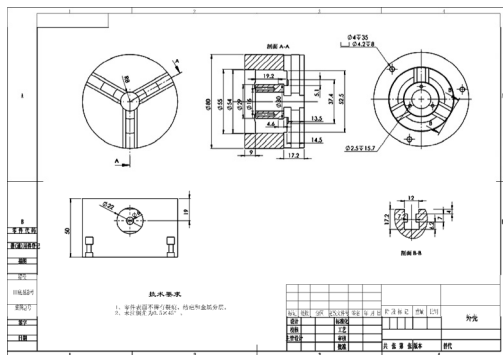

图 7-81 添加尺寸标注效果
STEP 10 同前面实例中的操作，单击“注解”工具栏的“智能尺寸”按钮、“孔”按钮和“中心线”按钮等，为视图添加相应的标注，效果如图 7-81 所示。